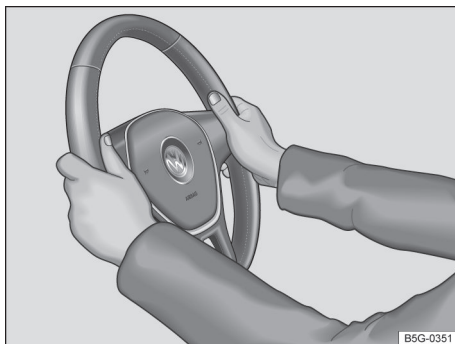

Fig. 57 No volante: posição das nove e três horas.
- Ajustar o volante de forma que possa ser segurado lateralmente com ambas as mãos, com os braços ligeiramente arqueados, na borda externa, na posição das nove e três horas → Fig. 57.
- Durante a condução, sempre segurar o volante com ambas as mãos lateralmente na borda externa (na posição das nove e três horas → Fig. 57) para reduzir ferimentos causados por um possível acionamento do airbag frontal do condutor.